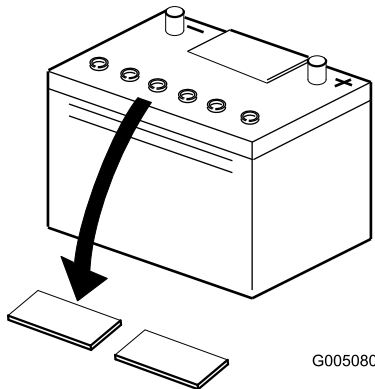

図 4
2. バッテリーの上部をきれいに拭い、キャップを取り外す (図 4)。